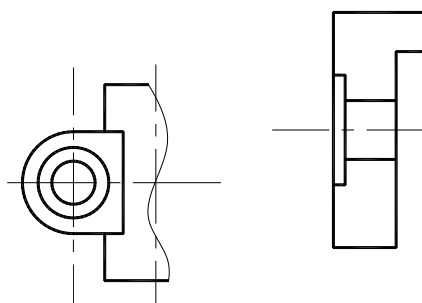

图 7-13 完成 A 向斜视图
(9) 修剪掉多余的线，得到 A 向的斜视图，如图 7-13 所示。